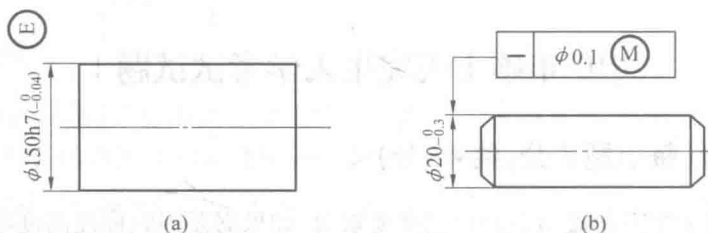

图 1
2. 图 1 所示两个轴,当其局部实际尺寸分别为 149.98 mm、19.8 mm 时,请简单计算此时其所允许的轴线直线度误差分别为多少?